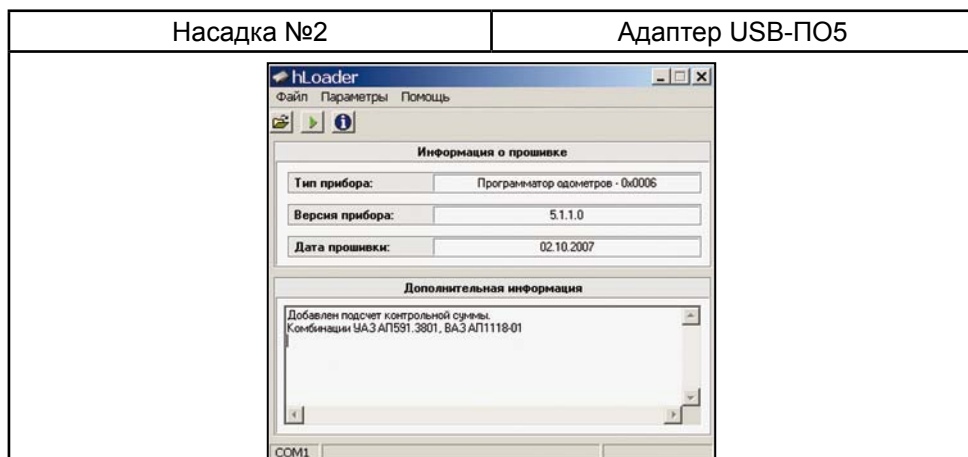

Рисунок 8. Окно программы hLoader
5. В пункте меню программы «Файл» > «Открыть» или кнопкой  выбрать файл новой прошивки ПО-5 с расширением ahx, на экране появится информация о ней рисунок 8.